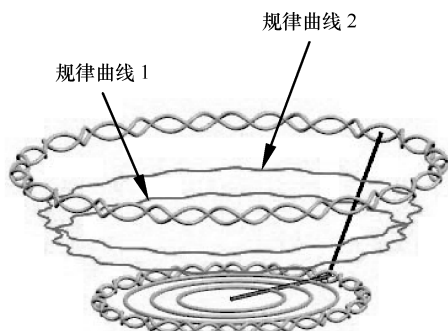

图 5-117 创建第 2 条规律曲线
- 18 同理，在打开的【规律曲线】对话框中，直接在【函数】文本框 xt、yt、zt 之后分别添加数字 1，即可创建表达式中的 XT1、YT1、ZT1 表达的规律曲线，如图 5-117 所示。